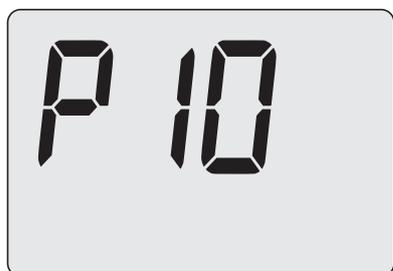

Figura 14.24
- Sul display LCD appare il codice **P10**, indicante l'entrata nel "parametro P10" (Figura 14.24).
- Premendo il tasto 13 o 14 (Figura 14.21) si ottiene la conferma del valore inserito e si ritorna alla lista parametri (Figura 14.24).